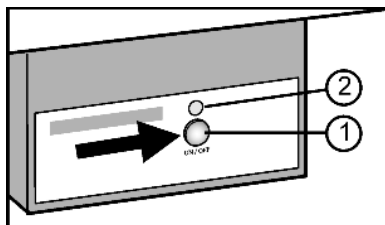

Fig. 34
- ▶ Premere il tasto On/Off Fig. 34 (1) finché si illumina il LED Fig. 34 (2).